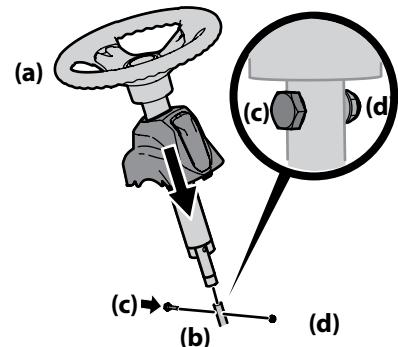

Figura 2-2
2. Extraiga el perno con reborde y la tuerca de seguridad del eje de la dirección y guárdelos para los pasos posteriores. Consulte la Figura 2-2.
- Baje el conjunto del volante (a) sobre el eje inferior de la dirección (b) y sujetelo mediante el perno con reborde (c) y la tuerca de seguridad (d) que extrajo previamente. Consulte la Figura 2-2.